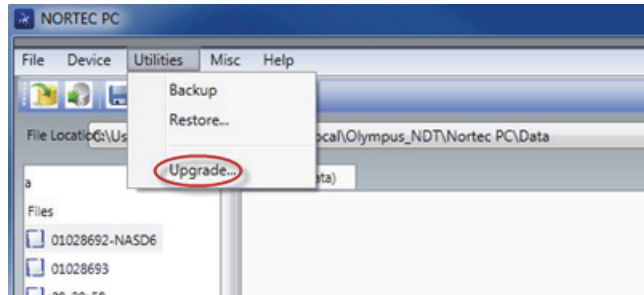
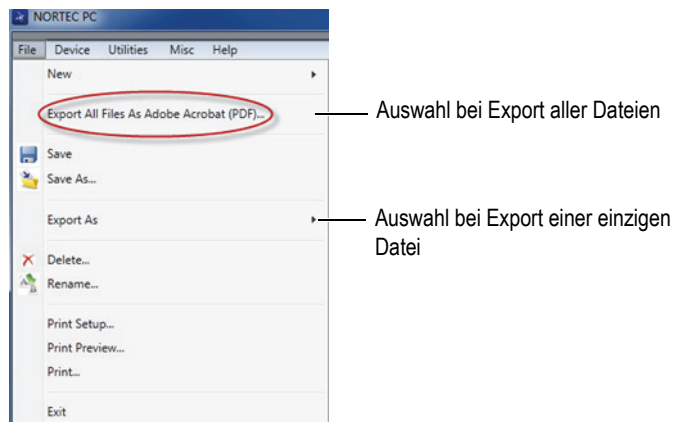

Abbildung 6-14 Dateien im linken Teilfenster von NORTEC PC
Abbildung 6-15 Menü File
- ◆ Wählen Sie die Datei im linken Teilfenster des NORTEC PC Übertragungsprogramms (siehe Abbildung 6-14 auf Seite 333) und dann **Export As > PDF** aus (siehe Abbildung 6-15 auf Seite 333).
- ◆ Wählen Sie im Menü **File** von NORTEC PC **Export All Files As Adobe Acrobat (PDF)** aus (siehe Abbildung 6-15 auf Seite 333).